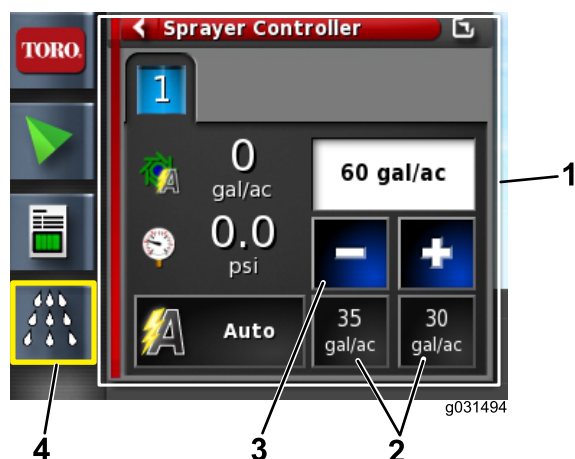
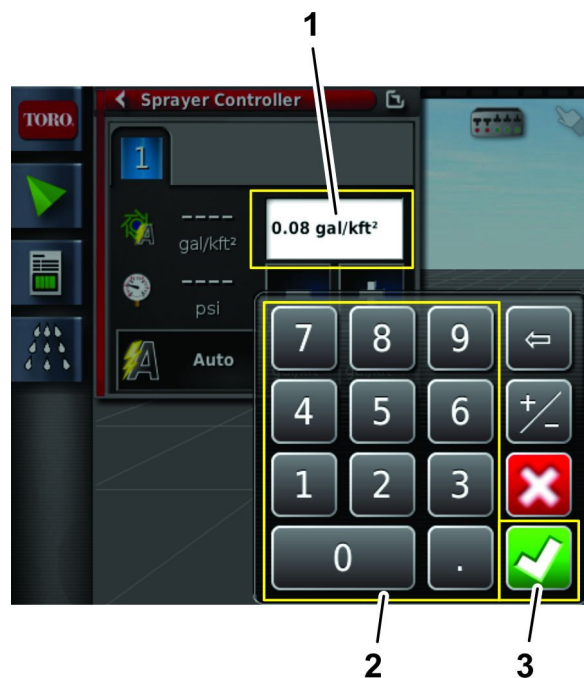

Figure 129
Figure 130
4. Si le débit n'est pas le bon, modifiez-le en appuyant sur les icônes de pré réglage de débit, puis en appuyant sur les icônes d'augmentation ou de réduction afin de modifier progressivement la valeur ou en sélectionnant le champ du débit actuel et en saisissant le débit d'application avec le clavier virtuel (Figure 129 et Figure 130).